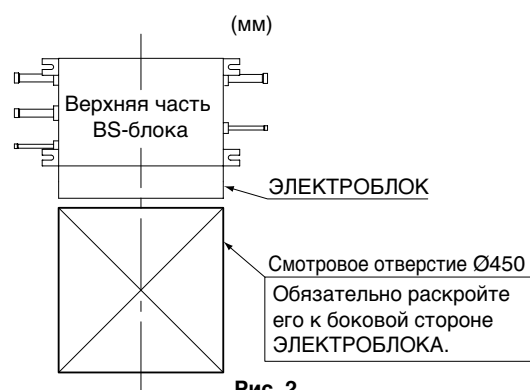

Рис. 2
- Места, в которых может быть установлено смотровое отверстие (**См. рис. 2**) со стороны ЭЛЕКТРОБЛОКА (см. примечание).